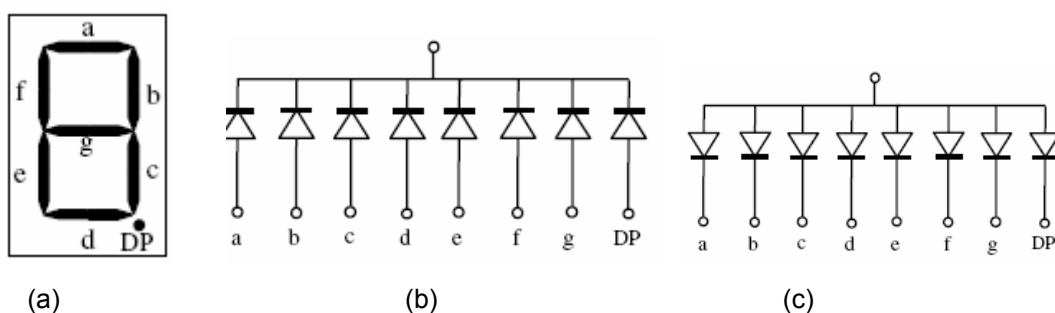

Figura 3.9 (a) Display numérico de 7 segmentos e Tipos: (b) Cátodo comum (c) Ânodo comum.
2.- **Numéricos:** Concebidos para mostrar números, por exemplo, displays de 7 segmentos (Figura 3.9).